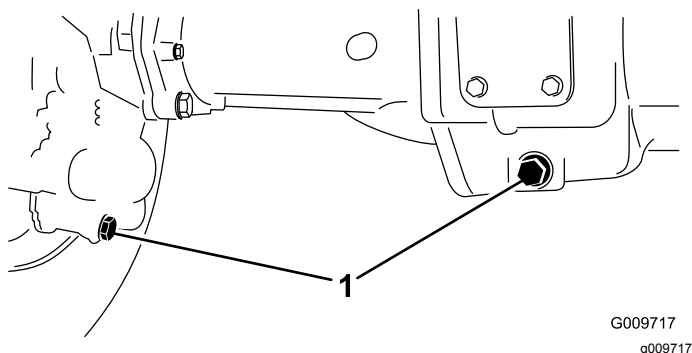

Рисунок 85
2. Очистите область вокруг трех сливных пробок, по одной на каждом конце и одной в центре (Рисунок 85).